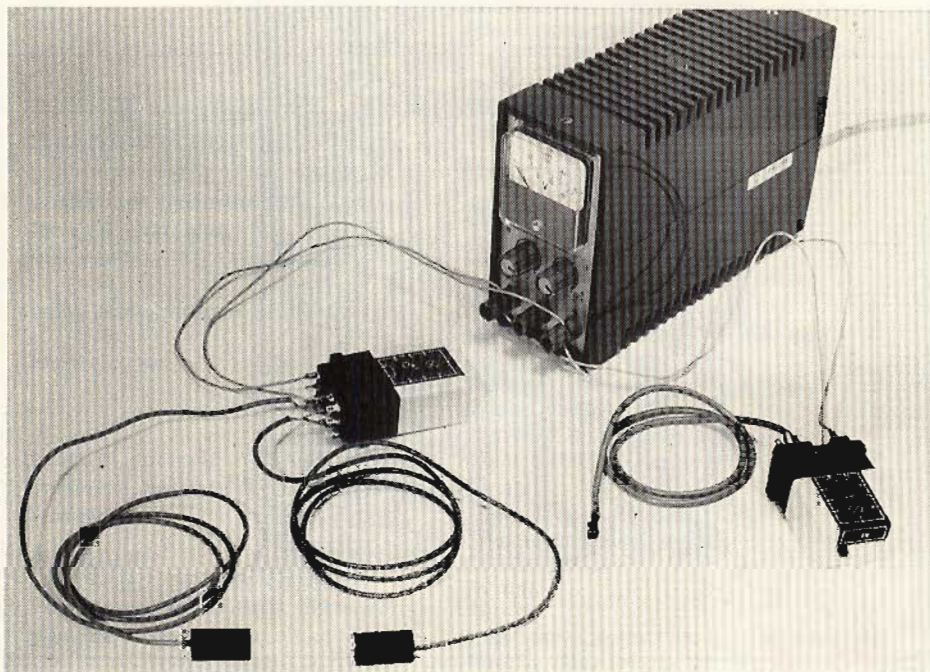

Fig. 6 - Esempio di applicazione con un gruppo di sbarramento ad una fotocellula Reflex.
1) Alla Bassani Ticino, il circuito è stato inserito in un contenitore con contatti Faston (vedi figg. 3-5 e 6), sia per la disponibilità dello stesso (si tratta, infatti, di un componente dell'apparecchio art. 5329F serie Magic di normale produzione della Società), sia perché esso si adatta ad essere utilizzato in combinazione con gli accessori di montaggio della serie citata (vedi fig. 6). Inoltre il sistema di costruzione a «blocchetto funzionale» del circuito, e di fissaggio e collegamento mediante contatti Faston consente un'agevole e rapida sostituzione del circuito stesso in caso di guasti. Naturalmente la rapidità di sostituzione, importantissima per ridurre i costi del fermo macchina, è resa possibile dall'esistenza di una scorta di moduli a magazzino.
Va notato, però, che il contenitore di cui sopra non è disponibile in commercio (non è disponibile, cioè, il contenitore vuoto) e perciò il lettore che desideri realizzare il circuito descritto nel presente articolo dovrà ricorrere ad un qualsiasi altro sistema di cablaggio del «modulo AF» (ovviamente adatto alle sue esigenze), mentre potrà impiegare gli stessi accessori di montaggio illustrati in fig. 6. In particolare, a titolo informativo, essi sono: contenitore da parete art. 5901; telaio per relè art. 5910; telaio per alimentatore art. 5910S; morsettiera art. 5950; sottobasi per relè e AF art. 5851; relè ausiliario monostabile art. 5864F alimentazione 24 Vc.c. 2 contatti in commutazione portata 2 A, 48 V.